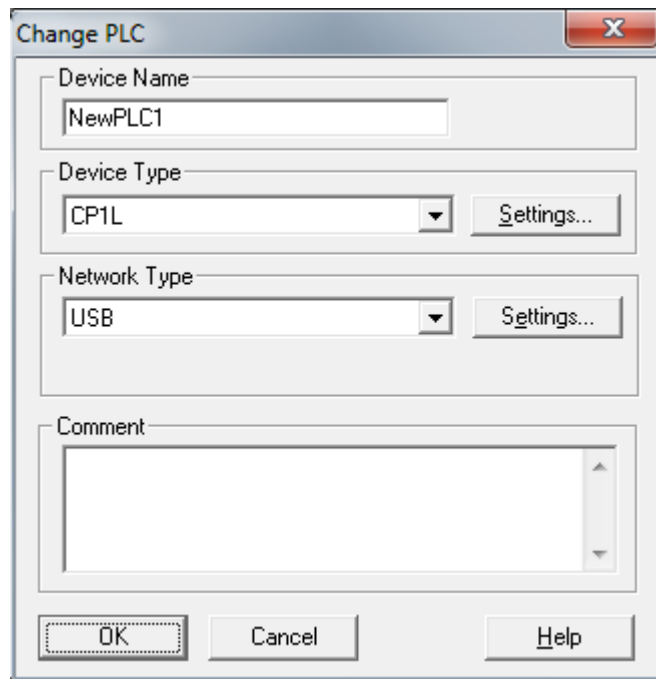

Рисунок 10 – Выбор типа интерфейса
5. Убедитесь, что в окне настройки сети отображается тип интерфейса [USB]. Щелкните по кнопке [OK] (рисунок 10).